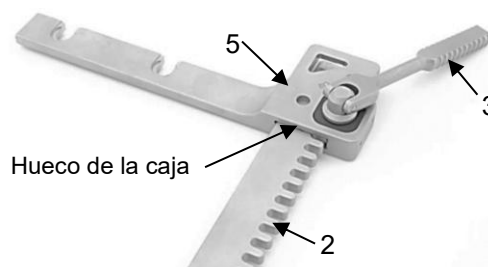

Fig. 8
Introduzca la cremallera (2) en el hueco de la caja (5) hasta que el piñón de la palanca de accionamiento (3) encaje en la cremallera (2) (Fig. 8).